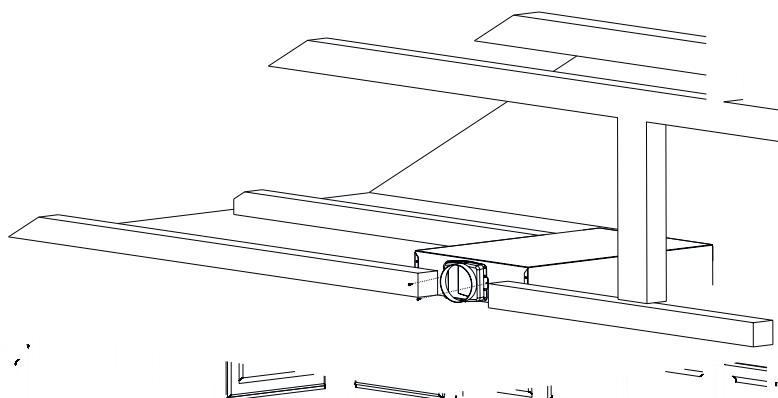

Fig. 15
3. ➔ Montér nu aftræksstuden på siden af emhætten med 2 x 3,5x9,5 skruer hvor aftrækshullet er valgt (Fig. 15).